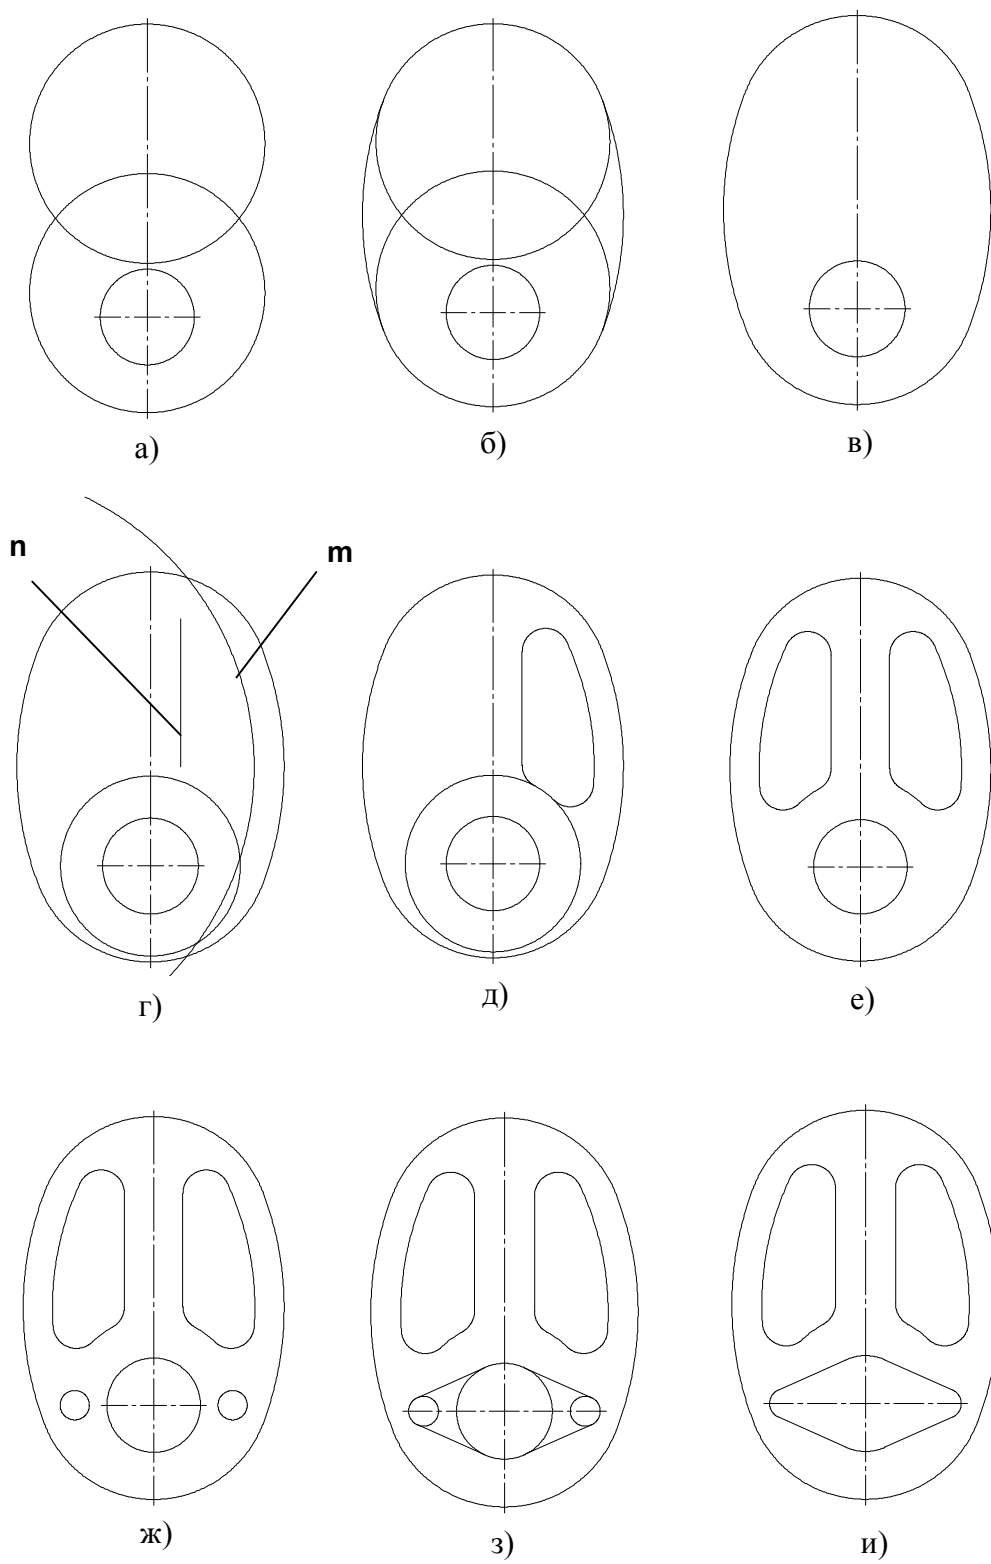

Рис. 2.12. Последовательность выполнения лабораторной работы
2. Изобразить осевые линии (рис.2.12а).
- б) щелкнуть по пиктограмме **Отрезок**, задать стиль линии **Осевая**, а затем изобразить осевые линии (рис. 2.12а). При форми-
3. Изобразить заданные окружности (рис. 2.12а). Для точного указания точек использовать объектную привязку **Пересечение**. Для этого щелкнуть на кнопке  – **Установка глобальных привязок** и в открывшемся окне установить опцию **Пересечение**.
4. Построить окружности, касательные к заданным окружностям (рис. 2.12б). Для этого использовать команду  – **Касательная окружность к двум кривым** (см. п 2.2.2).
5. Удалить ненужные части окружностей. Использовать команду  – **Усечь кривую** панели **Редактирования** (рис. 2.12 в) (см. п. 4.1.7).
6. Построить дугу окружности **т** на заданном удалении от внешнего контура и прямую **п**, параллельную вертикальной оси симметрии (рис. 2.12 г). Использовать команду  – **Эквидистанта кривой** панели **Геометрия**.
7. Построить сопряжения между прямой **п** и дугой окружности **т**. Для построения сопряжений использовать команду  – **Скругление** (рис. 2.12 д, ж) (см. п. 2.2.3).
8. Построить окружности и касательные к ним. Для построения касательных использовать опцию  – **Отрезок, касательный к двум кривым** (рис. 2.12з, и) (см. п 2.2.1).
9. Удалить ненужные части окружности с использованием команды  – **Усечь кривую** (рис. 2.12к).
10. Установить точность размерных надписей – число знаков после запятой 0 (рис. 2.12) (см. п 2.1.2). Выполнить изображения размеров.